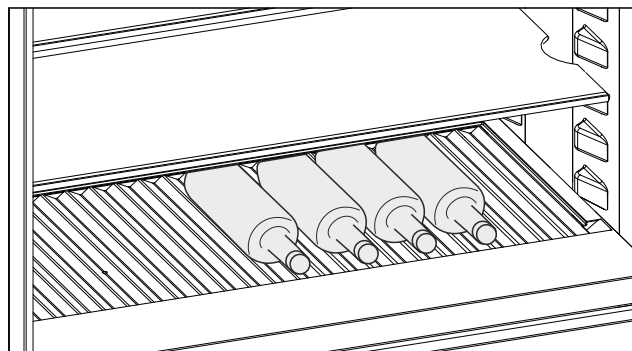

Fig. 244 Représentation à titre d'exemple
► Placer les bouteilles avec le fond orienté vers la paroi arrière de l'appareil. (voir Fig. 244)